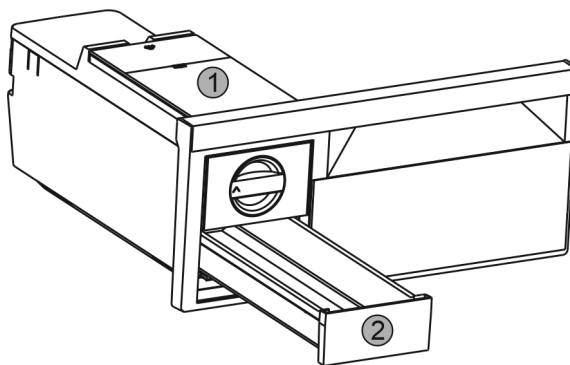

Fig. 45
- ▶ Vyměňte nádržku na vodu Fig. 45 (1) a zásuvku na kostky ledu Fig. 45 (2).